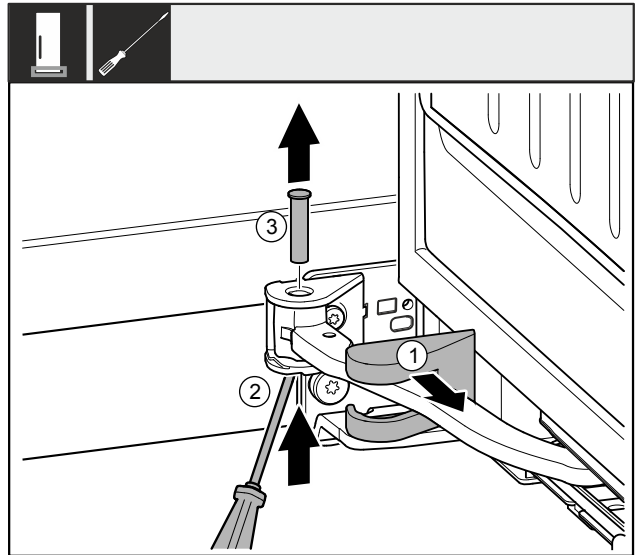

Fig. 10
- Lagerbockabdeckung Fig. 10 (1) abziehen und entlang des Gelenks verschieben.
- Bolzen Fig. 10 (2) mit Schraubendreher von unten anheben.
- Bolzen Fig. 10 (3) von oben herausziehen.